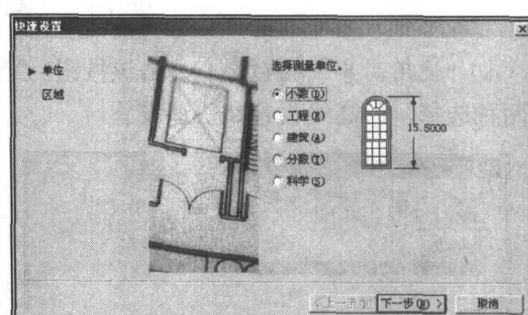
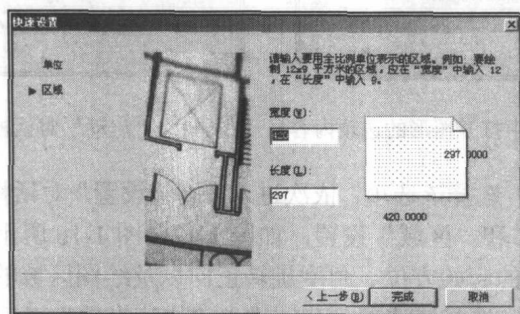

图 1-17 “快速设置”对话框中单位的设置
图 1-18 “快速设置”对话框中区域的设置
- “快速设置”选项 选择该选项,分别进入“快速设置”对话框中的“单位”和“区域”设置,选择采用的测量单位并设定绘图区域的大小,如图 1-17 和图 1-18 所示。对于机